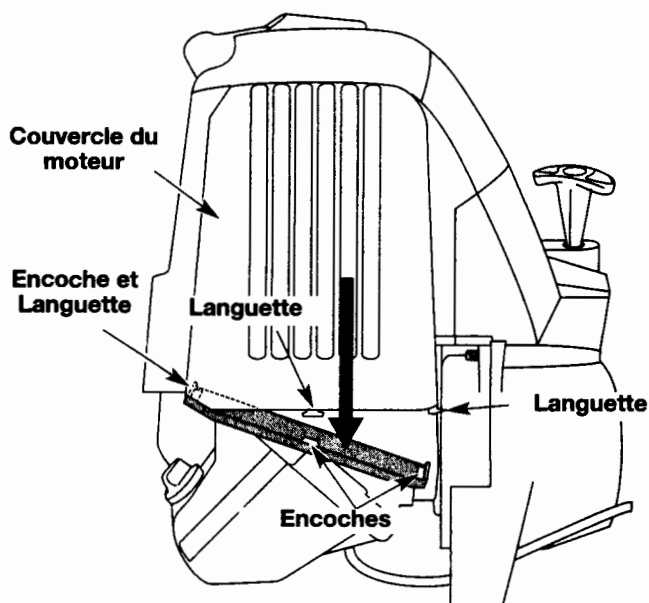

Fig. 62
1. Retirez le couvercle du silencieux en appuyant sur le coin à l'aide d'un tournevis à lame plate (Fig. 62). Glissez les encoches sur les côtés du couvercle par-dessus les languettes du couvercle du moteur et retirez le couvercle.
13. Remplacez le couvercle du silencieux. Glissez avec un dé clic les encoches sur les côtés du couvercle par-dessus les languettes du couvercle du moteur (Fig. 62).